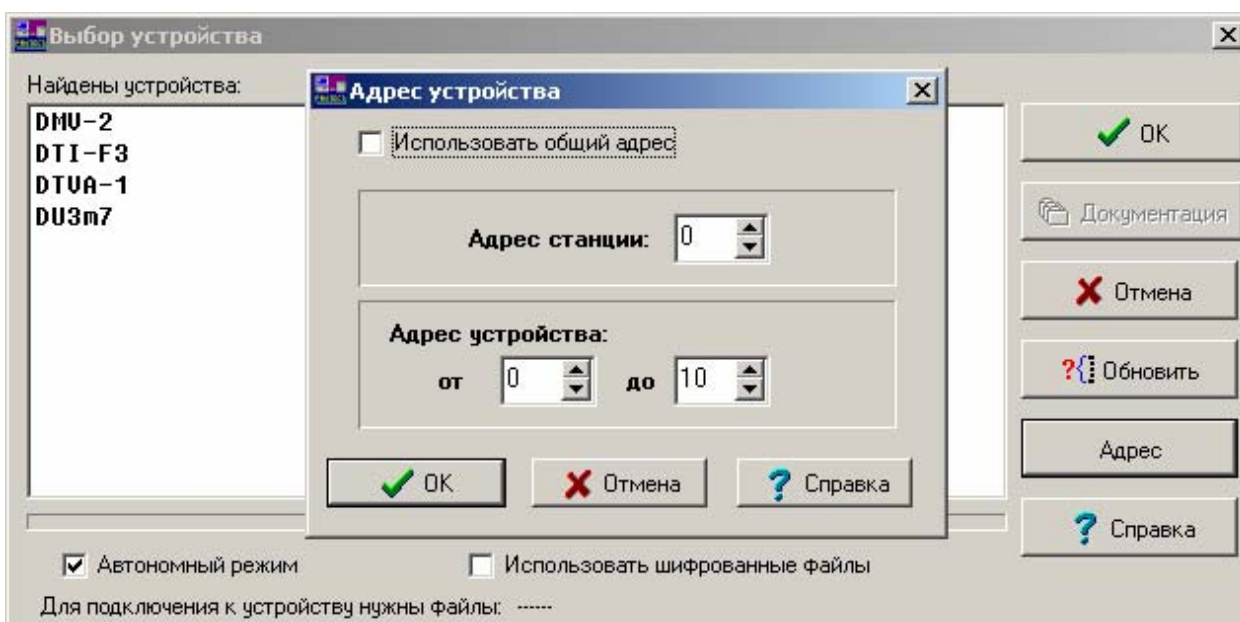

Рисунок 3 – Выбор адресов устройств
- в окне "Адрес устройства" (рисунок 3), которое открывается при нажатии кнопки "Адрес", необходимо задать адрес станции и диапазон адресов устройств;
Адрес станции и устройства	Открывает окно "Адрес устройства" (рисунок 3), в котором задается адрес станции и диапазон адресов устройств. Программа опрашивает устройства только в указанном диапазоне адресов.